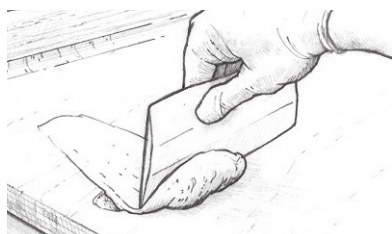

图22 涂抹光整化合物填充所有空隙并使其平滑成形。
4. 使用塑料涂布器在增稠的环氧树脂混合物上用泥铲涂抹，将其加工成所有的空隙和凹陷。使混合物平滑至所需形状，并且使混合物略高于周围区域（图22）。在固化之前，去除任何多余的增稠环氧树脂。如果您填充的空隙过深，请根据环境温度在多种应用中使用混合物，或使用206慢速硬化剂®或209特慢硬化剂™。